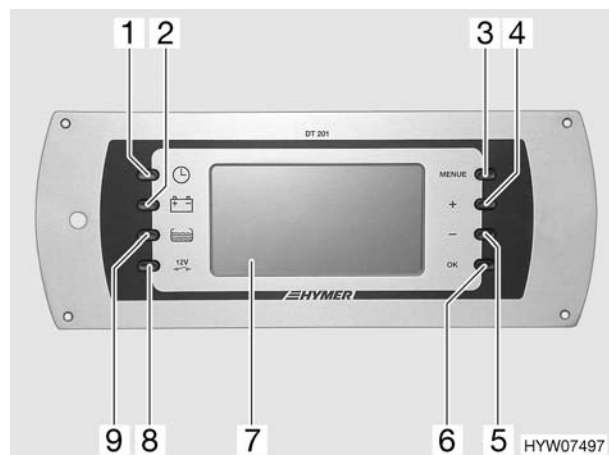
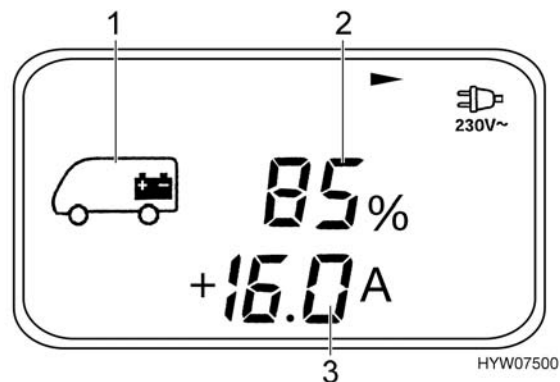

Bild 95 Panel
Bild 98 Batterie-Menü (Wohnraumbatterie)
Der Elektrobloc arbeitet nur in Verbindung mit dem Panel (Bild 95).
- Wenn nötig, mit dem 12-V-Hauptschalter (Bild 95,8) die 12-V-Versorgung für kurzzeitigen Betrieb wieder einschalten. Dies ist aber nur möglich, wenn die Batteriespannung über 11 V liegt. Liegt die Spannung darunter, kann die 12-V-Versorgung erst wieder eingeschaltet werden, wenn die Wohnraumbatterie geladen wurde.
Der 12-V-Hauptschalter (Bild 95,8) schaltet das Panel und die 12-V-Versorgung des Wohnraums ein und aus.
- Taste (Bild 95,8) drücken: Die 12-V-Versorgung des Wohnraums ist eingeschaltet. Die LCD-Anzeige (Bild 95,7) zeigt das Grund-Menü und ist 20 Sekunden lang beleuchtet. Im Alarmfall erscheint zusätzlich die jeweilige Alarmanzeige.
- Taste (Bild 95,8) drücken: Die 12-V-Versorgung des Wohnraums ist ausgeschaltet. Zur Bestätigung wird "12V OFF" 3 Sekunden lang angezeigt. Danach erlischt die LCD-Anzeige.
Das Grund-Menü (Bild 97) erscheint immer nach dem Einschalten mit dem 12-V-Hauptschalter (Bild 95,8). Bei Tastenbetätigung wird die LCD-Anzeige automatisch beleuchtet.
■ Taste (Bild 95,1) drücken: Das Grund-Menü erscheint.
■ Taste (Bild 95,2) drücken: Das Batterie-Menü (Bild 98) erscheint.
- Batteriekapazität (% oder Ah) (Bild 98,2), Ladestrom (+A) (Bild 98,3) und Entladestrom (-A) der Wohnraumbatterie (Bild 98,1). Um von %-Anzeige auf Ah-Anzeige zu wechseln: Taste "OK" (Bild 95,6) drücken.
- Spannung (V) der Wohnraumbatterie und der Starterbatterie (Menüseite 2)
- Taste (Bild 95,9) drücken: Das Tank-Menü (Bild 99) erscheint.
- Die Taste "MENUE" (Bild 95,3) länger als 3 Sekunden drücken: Das Einstellungs-Menü (Bild 100) erscheint.
- Die Taste "MENUE" (Bild 95,3) einmal drücken.
- Mit den Tasten (Bild 95,4 und 5) die Eis-Ex-Anlage einschalten ("ON") oder ausschalten ("OFF") und mit Taste "OK" (Bild 95,6) bestätigen.
- Mit den Tasten (Bild 95,4 und 5) die jeweilige blinkende Zahl verändern und mit Taste "OK" (Bild 95,6) bestätigen.
- Die Taste "MENUE" (Bild 95,3) zweimal drücken.